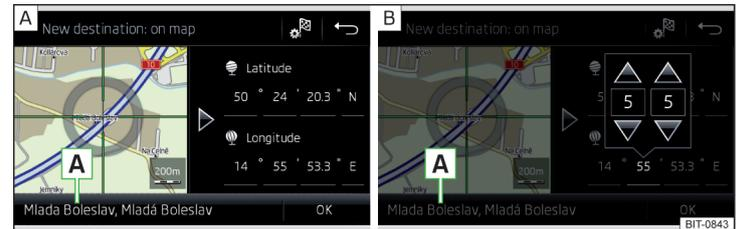

Fig. 161 Introducir destino: a través del punto del mapa / con ayuda de las coordenadas GPS
- › Por el toque de la pantalla desplazar el destino deseado en la cruz reticular » fig. 161 - **A**.
- › Pulsar y ajustar los valores de las coordenadas del GPS uno detrás del otro » fig. 161 - **B**.
Si están disponibles informaciones sobre el punto introducido en los datos de navegación del Infotainment, entonces serán visualizadas en vez de las coordenadas GPS (p.ej. dirección **A**) » fig. 161).